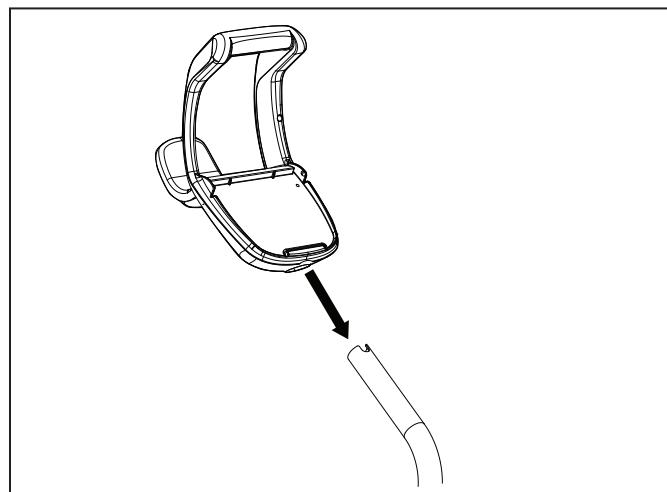

Figura 6. Instale la manija del carrito
7. Deslice la manija de la unidad de base o del carrito hacia abajo por el tubo hasta que calce en su sitio. (Véase Figura 6).